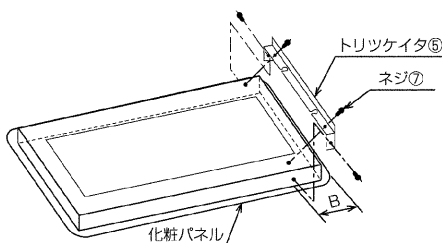

図5
- 化粧パネルの枠に付属のトリツケイタ⑤を取付けてください。(ネジ⑦×4本)(図5)